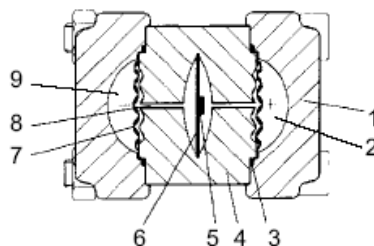

Рис. 7.Измерительная ячейка для дифференциального давления и расхода, функциональная схема
Дифференциальное давление через разделительные мембраны (7, рис.7) и наполнительную жидкость (8) передается на кремневый сенсор давления (5). При превышении границ измерения перегрузочная мембрана (6) отклоняется настолько, пока одна из разделительных мембран (7) не коснется корпуса измерительных ячеек (4), защищая тем самым кремневый сенсор давления (5) от перегрузке. Возникающее дифференциальное давление отклоняет измерительную мембрану. Четыре установленных на измерительную мембрану по мостовой схеме пьезо-сопротивления изменяют благодаря этому свою величину сопротивления. Изменение сопротивления вызывает выходное мостовое напряжение, пропорциональное дифференциальному давлению.